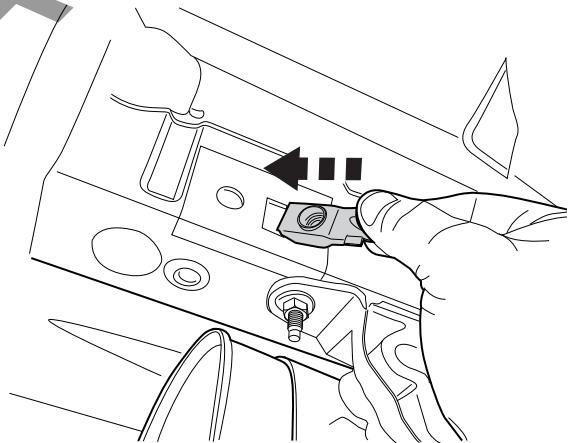

Fig. 2
3. Поставить гайки от кузова. См. рисунок 2.